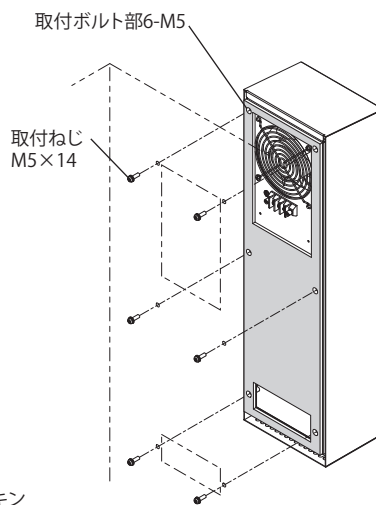

図 3
4. 付属の取付ねじ M5×14 にて、キャビネットへ確実に固定してください。(図 3)